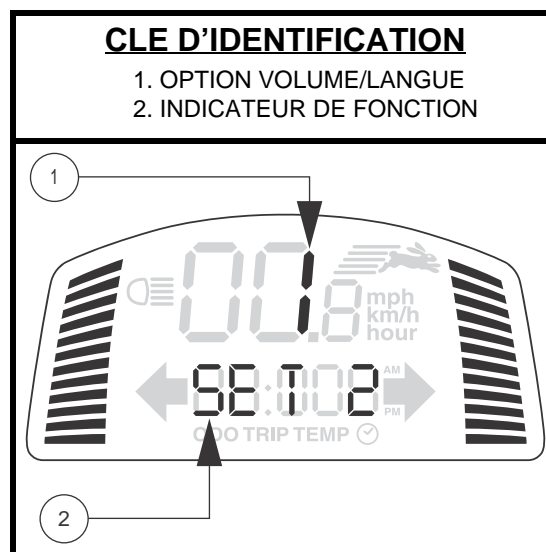

Figure 3. Contrôle du volume
**NOTE:** Les clignotants sont programmés pour s'éteindre après 15 secondes. Un bip retentit aussi longtemps que les clignotants sont activés. Voir la figure 3 pour le contrôle du volume.
**NOTE:** Les feux d'urgence clignotent et un bip sonore retentit tant que les feux d'urgence sont activés. Voir la figure 3 pour le contrôle du volume.
Le volume des feux de détresse, klaxon, basse tension, clignotants, et messages d'erreur peut être activé ou désactivé séparément. **Voir la figure 3.**